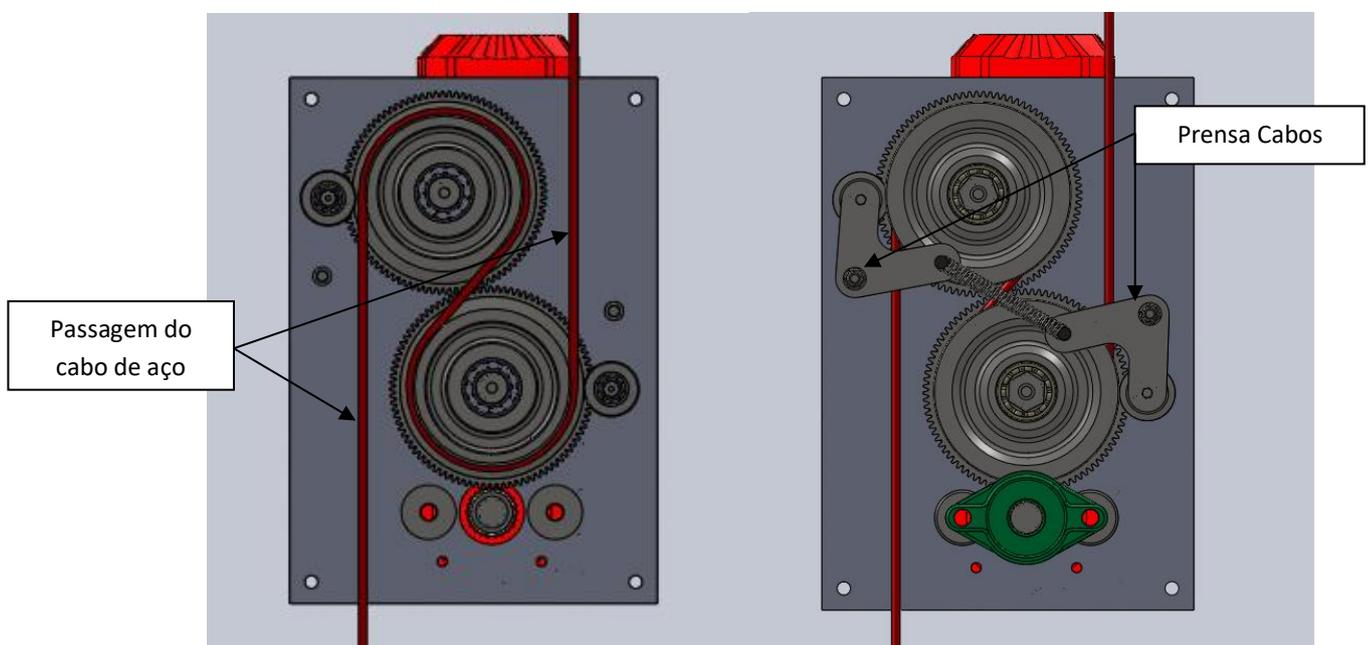

Figura 8
- II. Em seguida, passe este Cabo de Içamento na Caixa de Comando, entre o prensa cabo e a engrenagem. Utilize uma chave de fenda para afastar o prensa cabo e aliviar a pressão (ver Figura 8). Procure deixar uma folga de cabo de aproximadamente 2 metros para instalação do Contrapeso.